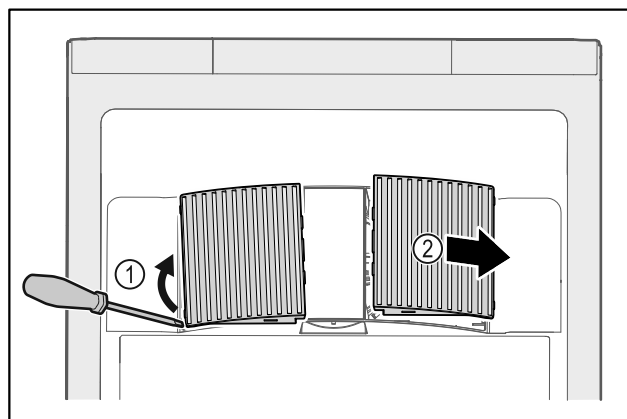

Fig. 171
- ▶ Óvatosan feszegesse le a ventilátor burkolatait oldalról *Fig. 171 (1)*, és emelje le őket előre felé *Fig. 171 (2)*.